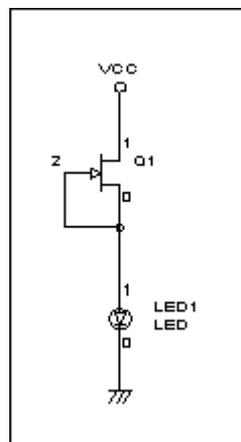

図2
2. 図2は、定電流回路です。FETを使っています。市販されている定電流ダイオードの中身はこれと同じFETです。定電流領域の範囲が5V以上必要で、電池の機器には適当ではありません。